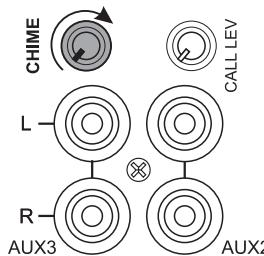

Fig. 4.4.1
- per modificare il livello del segnale di preavviso, agire sul relativo trimmer **CHIME** (16), vedi Fig. 4.4.1.
- il segnale di preavviso attivato dal contatto di precedenza si imposta agendo sul micro-interruttore n. 4 del dip-switch (22) - vedi par. 5.7.
- dal pannello frontale tenere premuti il tasto di selezione sorgenti **SOURCE** (4) insieme al tasto di selezione zona **Z1** (8) e rilasciare dopo 3 secondi. I LED di selezione sorgenti (5) si accendono tutti, a segnalare la modalità di programmazione attiva;
- premere il tasto di selezione zona **Z1** (8) per *Chime* attivo (**Z1** acceso) o *Chime* disattivo (**Z1** spento).
- premere il tasto **POWER** (11) per confermare e uscire dalla programmazione.